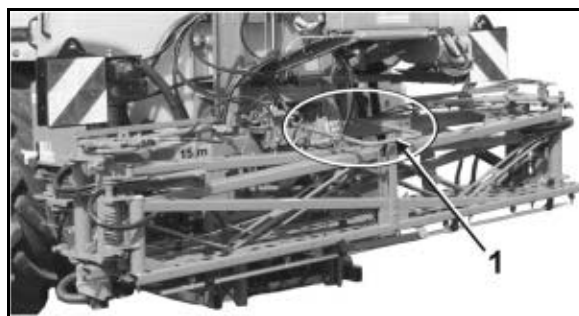

Fig. 42
2. Bruk høydejusteringen og senk den sammenfoldede bommen så lavt at den automatiske transportsikringen (Fig. 42/1) låser den sammenfoldede bommen (avstand underkant bom oppheng til underkant bom er ca. 30 cm).
- Slik låses høydejusteringen, og du forhindrer at transportsikringen utilsiktet låses opp (Fig. 42/1).
- Fig. 42 viser **låst** transportsikring.